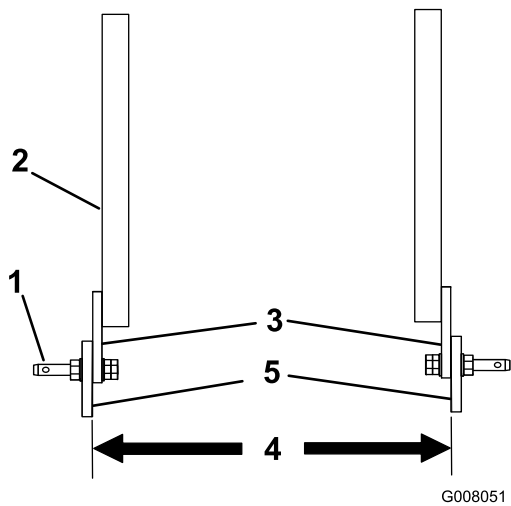

図 3
- ・ エアレータの下取り付けタブ間の距離が 66.7 cm から 71.4 cm の場合 (プロコア 864 の場合)、図 3 に示すように、取り付けタブが外側になるようにして、リンク・ピンをサポート・アームに取り付ける。